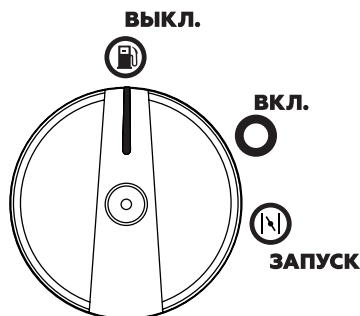

Рис. 12. Положения многофункционального рычага
4. Поверните многофункциональный рычаг сначала в положение «ВКЛ.», затем в положение «ЗАПУСК» (Рис. 12). При этом включается цепь зажигания, открывается топливный кран и закрывается воздушная заслонка карбюратора.
При запуске прогретого двигателя воздушную заслонку карбюратора закрывать не нужно. При запуске прогретого двигателя устанавливайте многофункциональный рычаг в положение «ВКЛ.» (Рис. 12).